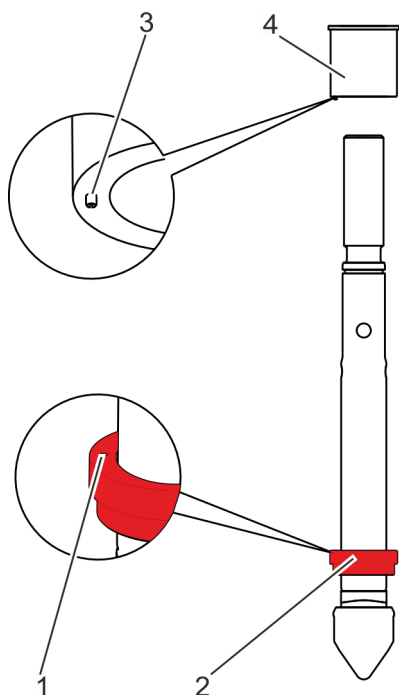

Fig. 46: Mise en place de la douille de montage
- 24. ▶ Placer la douille de montage (Fig. 46/4) sur la broche.
- 25. ▶ Introduire la tige de centrage (Fig. 46/3) de la douille de montage (Fig. 46/4) dans l'alésage de centrage (Fig. 46/1) de l'anneau de contre-siège (Fig. 46/2).